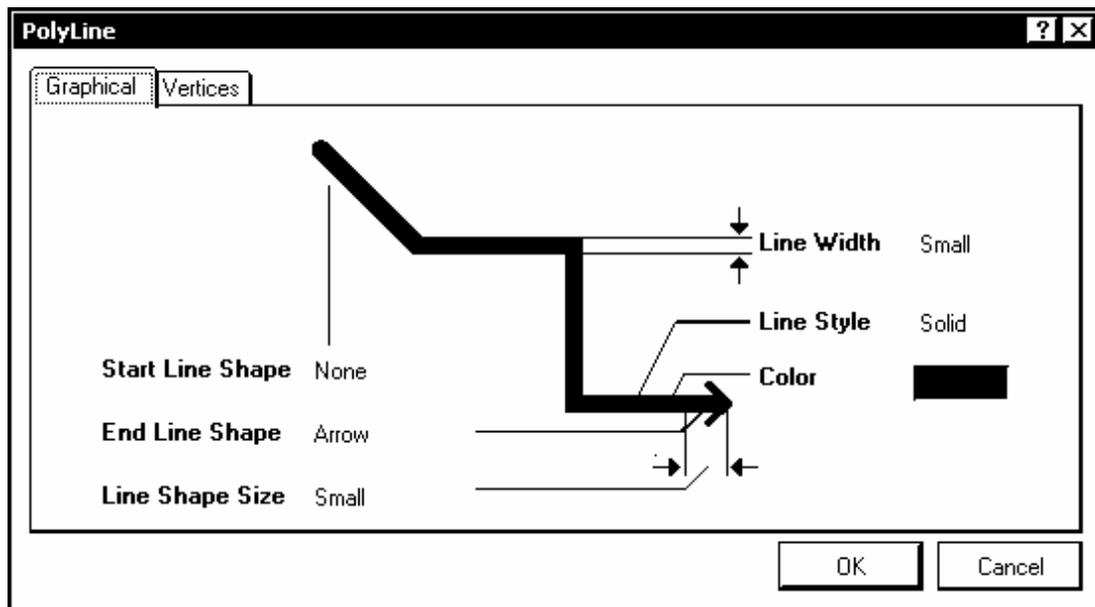

Рис. 3.3
2) Клавишей Tab активизировать функцию настройки ширины линии. Открывается диалоговое окно настройки PolyLine (рис. 3.3).